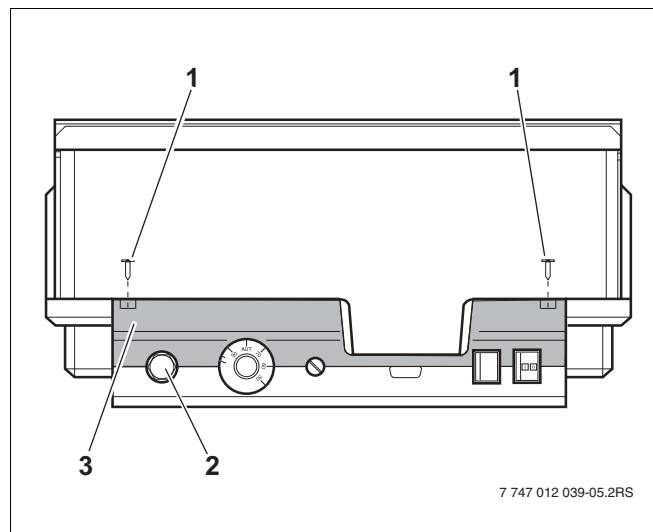

fig. 1 Unidade de regulação Logamatic 4...
- Para o ajuste das temperatura necessárias, o limitador de temperatura de segurança (STB) (→ fig. 1, [2]) deve ser retirado da caixa.
- Para retirar o limitador de temperatura de segurança, é necessário desaparafusar ambos os parafusos (→ fig. 1, [1]).
- Retire a tampa (→ fig. 1, [3]).
- Desaparafuse a tampa de protecção (→ fig. 1, [2]).